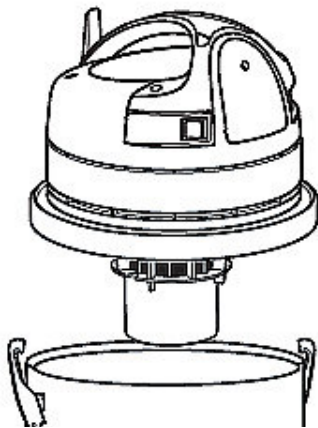

Abb. 4: Montage des Kopfteils
Schritt 1: Montieren Sie das Kopfteil auf den Behälter und befestigen es mit Hilfe der Haken (Abb. 4).
**HINWEIS:** Zum Schutz des Gerätes ist im Kopfteil (Abb. 4) ein Schwimmkörper eingebaut, der die Saugöffnung bei der Überfüllung verschließt. Das Ausbleiben der Saugwirkung und die mit einer Geräuschänderung verbundene Drehzahlerhöhung des Motors weisen auf die notwendige Entleerung des Behälters hin. In diesem Fall Motor ausschalten, Behälter leeren. Den Tankbehälter bitte nach jedem Gebrauch entleeren.
Überprüfen Sie regelmäßig die einwandfreie Funktion des Schwimmers (Pos. U, Abb. 4), der sich im Flüssigkeitsbehälter (Pos. F, Abb. 4) oder im Kopfteil des Nasssaugers (Pos. A, Abb. 4) befindet; reinigen Sie ihn bei Bedarf, so dass er sich leicht bewegen kann.